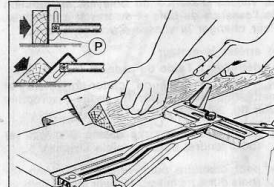

Figure 16
2.5. Dégauchissage au guide (fig. 16)